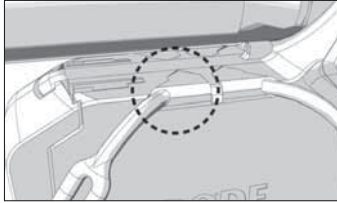

Abb. 11 – Befestigung der Gummibänder an der Oberseite des Mikrofonkorpus
2. Die dickeren Enden werden in die vier genauso geformten Aussparungen geschoben, die sich paarweise links und rechts auf der Oberseite des Mikrofonkorpus' befinden, direkt unterhalb des Windschutzes (Abb. 11).